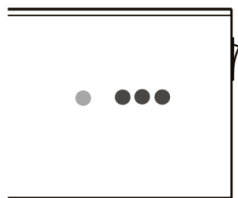

Imagen 12 : 2 hours timer
4.2 Apunte el control remoto directamente al receptor y pulse el botón “2hr”, la segunda luz de estado del temporizador se encenderá en verde, el dispositivo se apagará dos horas después y volverá al modo de reposo. Imagen 12.